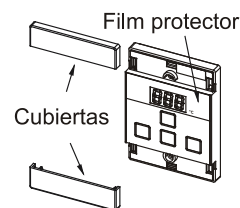

Fig. 4
7. Retirar la película protectora del control remoto y vuelva a colocar las cubiertas que se retiraron antes (Fig. 4).